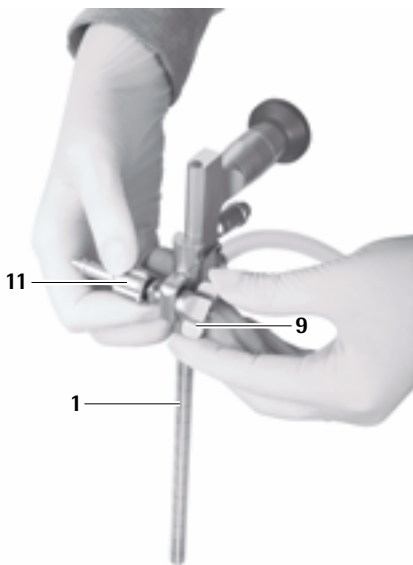

Fig. 19
- Visser l'écrou à ailettes **10** jusqu'à la fixation de l'adaptateur pour bras de maintien **11**, voir Fig. 19. MINOP Le trocart MINOP inVent **1** est prêt à être adapté au bras de maintien.